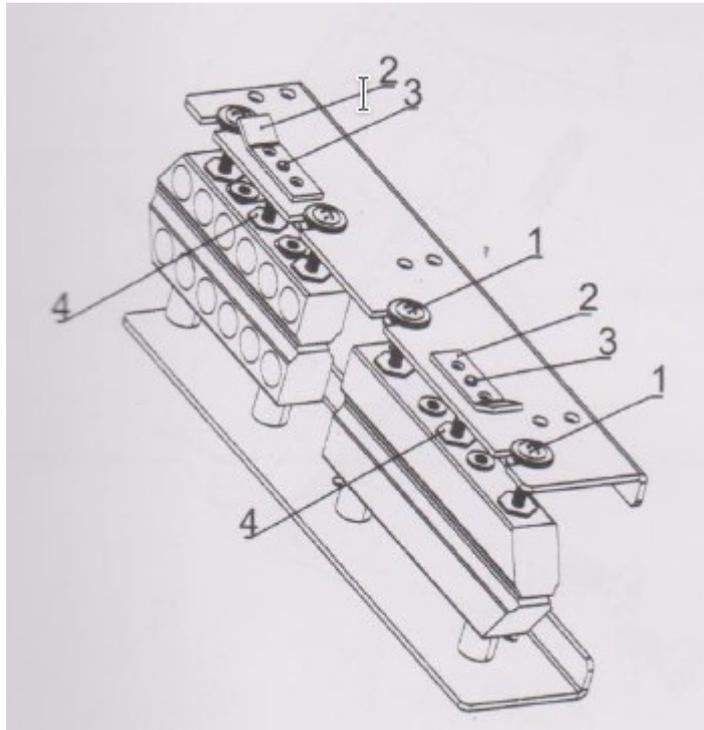

Рис. 5
1. Снимите защитную крышку. После того, как нагревательные элементы остынут, поверните верхний нагревательный элемент и верхний охлаждающий элемент вверх на 90 градусов, и поднимите обе детали. Ослабьте пружину прижимных колес. Снимите направляющую ленту, чтобы заменить упаковочную ленту (см. рис. 5).